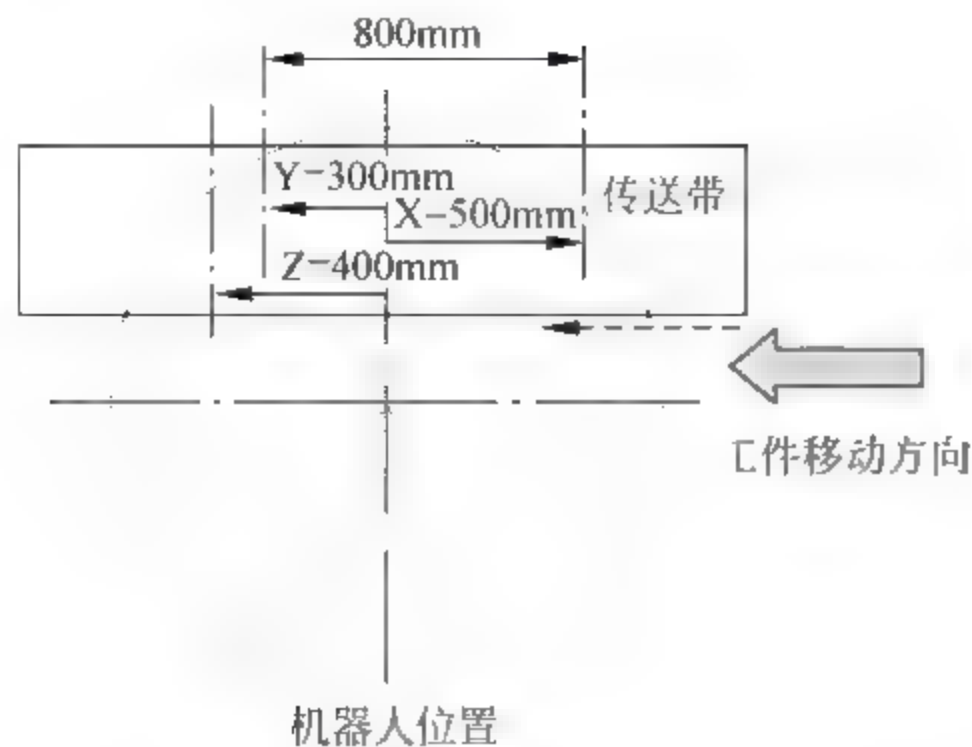

图 29-27 机器人追踪区域及机带关系
- (1) 传送带在机器人前方,工件移动方向为从右向左,则设置PTN的X坐标=1;追踪区范围PRNG:(X,Y,Z)=(+500,+300,+400),如图29-27所示。